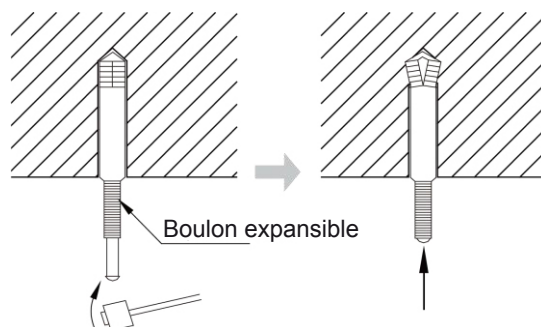

Fig 4.1.4
2) Insérer le boulon expansible M10 dans l'orifice, puis enfoncez le clou dans le boulon, comme indiqué sur la fig. 4.1.4.